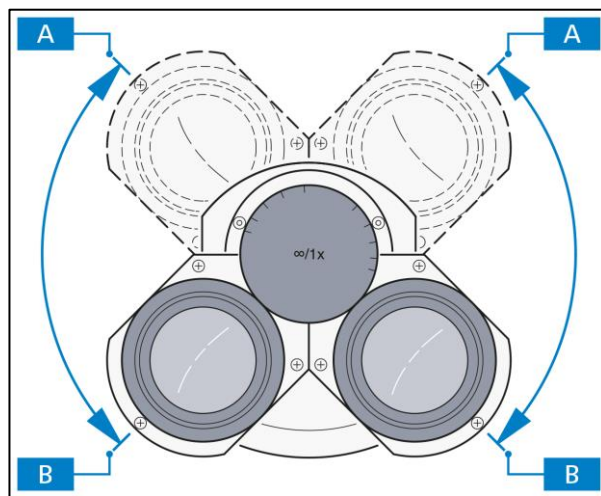

Abb. 4-2 Einstellen der Einblickhöhe am Binokulartubus
- Einblickhöhe durch Schwenken der Okularstutzen nach oben (Abb. 4-2/A) oder unten (Abb. 4-2/B) den individuellen Bedürfnissen anpassen.